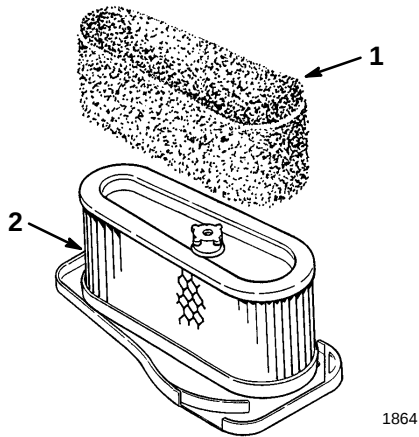

Abbildung 26
4. Vorsichtig den Schaumeinsatz vom Papiereinsatz schieben (Abb. 26).
1. Den Schaumeinsatz vorsichtig auf den Papiereinsatz schieben (Abb. 26).